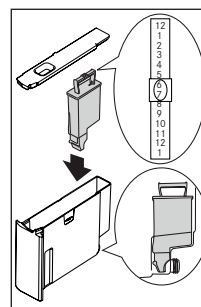

Fig. 37
- ▶ Scorrere il cursore del datario (vedi Fig. 37) affinché siano visualizzati i mesi di utilizzo (il filtro ha durata pari a due mesi).
- ▶ Inserire il filtro nel serbatoio acqua e premerlo finché tocchi il fondo del serbatoio stesso (vedi Fig. 37).